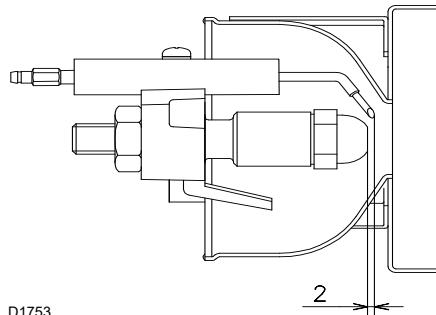

Fig. 13
- Controllare che gli elettrodi di accensione siano posizionati come in Fig. 13.